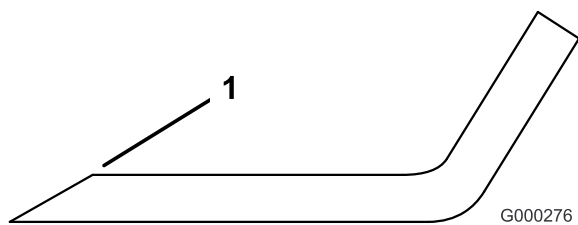

Figura 79
1. Utilize uma lima para afiar a aresta de corte em ambas as extremidades da lâmina (Figura 79).